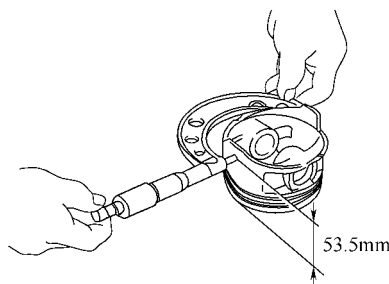

图 1-119 测量活塞直径
1) 使用千分尺在与活塞销中心线成直角，离活塞顶 53.5mm 的位置测量活塞直径，如图 1-119 所示。